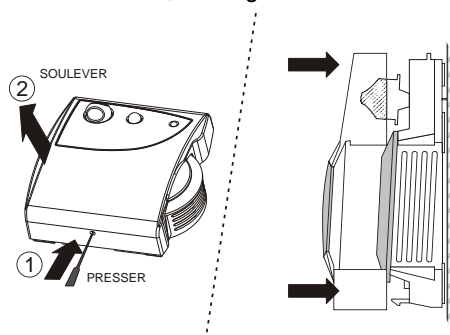

Fig. 1. Démontage / remontage du couvercle
Les combinés CLCM1T,2T,4T,5T,6T sont livrés avec une embase à monter séparément pour faciliter l'installation; pour le démonter de l'embase, voir Fig. 1.
1. Démontez le couvercle comme le montre la Fig. 1.
8. Remontez le couvercle comme indiqué sur la Fig. 1 et assurez-vous que la languette s'enclenche.